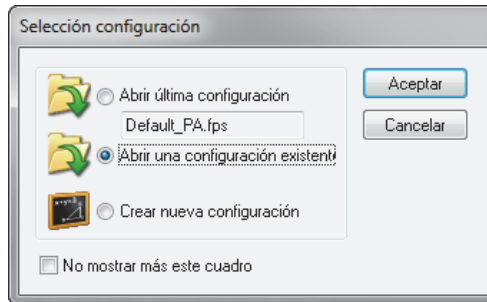

Figura 1-29 Cuadro de diálogo Selección [de] configuración
7. En el cuadro de diálogo **Selección configuración** que aparece (ver Figura 1-29 en la página 48), seleccione una de las siguientes opciones de carga de configuración y, después, haga clic en el botón **Aceptar**.